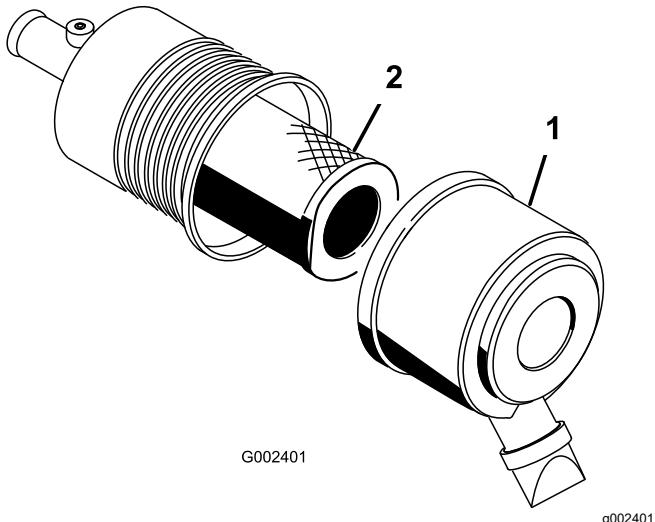

Figura 33
- Liberte os trincos do filtro de ar e puxe a tampa para fora do corpo do filtro (Figura 33).
- Deslize suavemente o filtro para fora do corpo do filtro (Figura 33).
- Deslize cuidadosamente o filtro sobre o tubo do corpo (Figura 33).
- Instale a tampa do filtro de ar com o lado virado para cima e prenda os trincos (Figura 33).